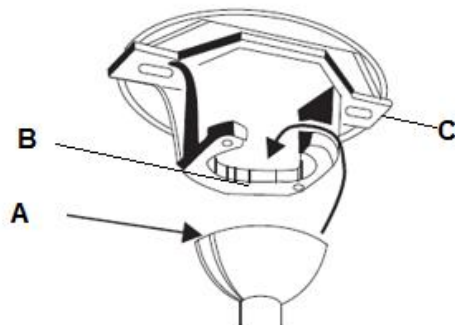

Fig. 9
4. Fissare il gruppo ventilatore completo sul supporto. (Sezione "Fissaggio del ventilatore" e Fig. 9)
FISSAGGIO DEL VENTILATORE (Fig. 9)
Sollevare il gruppo ventilatore sul supporto. Assicurarsi che la fessura (A) del giunto sferico sia posizionata sul perno (B) del supporto (C) per evitare che il ventilatore ruoti durante il funzionamento. (Fig. 9)